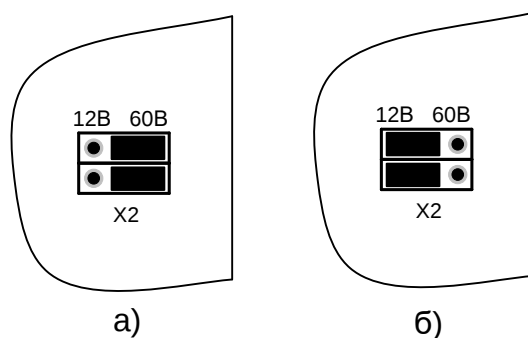

Рис.2.3. Положение переключек на переключателе X2
- Выставить положение переключателей в соответствии с требуемым режимом работы (см. рис.2.3).